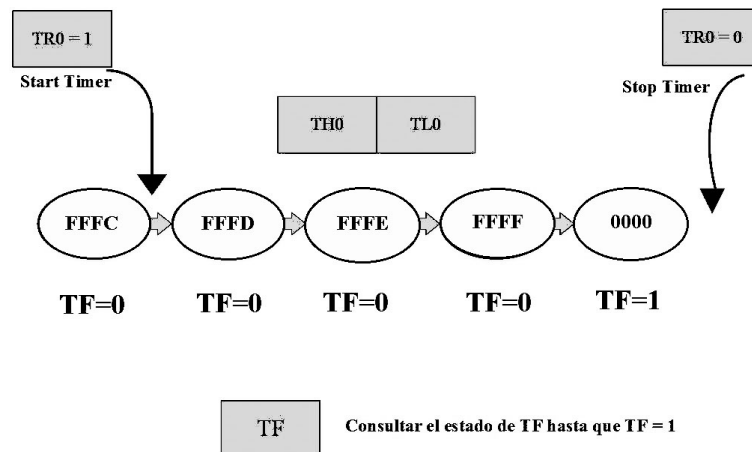

Figura 11.15: Mode 1 Pasos
- \* Configura timer 0 en modo1 (Figura 11.15).